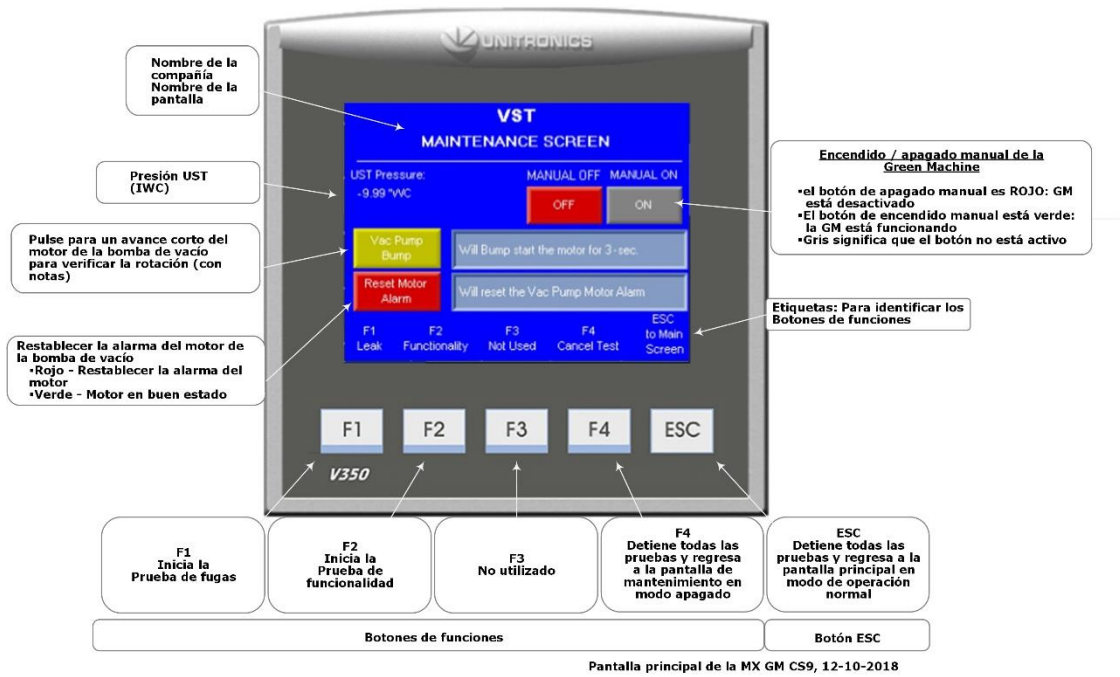

Figura 10-2: Pantalla de mantenimiento
3. En la pantalla de mantenimiento (**Vea la figura 10-2**), el botón "Reset Motor Alarm" (Restaurar la alarma del motor) estará de color ROJO. Presione el botón "Reset Motor Alarm" para restaurar la alarma del motor de la bomba de vacío.